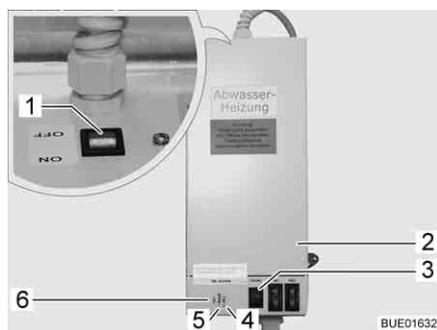

Fig. 244 Trasformatore con apparecchio di regolazione
Il trasformatore 230 V AC/12 V DC (Fig. 244,2) è montato, a seconda del modello, nell'armadio guardaroba o nella cassapanca della dinette.
- La spia di controllo (Fig. 244,5) diventa verde: Regolatore in funzione.
- Le spie di controllo (Fig. 244,4 e 6) diventano rosse: Le tubazioni delle acque grigie vengono riscaldate.
Nell'involucro è incorporato un pulsante di prova (Fig. 244,3) che consente di mettere in funzione brevemente l'apparecchio di regolazione. La pressione sul pulsante di prova consente di testare il funzionamento del riscaldamento anche quando la temperatura ambiente è superiore a 5 °C.
- Posizionare su "ON" l'interruttore (Fig. 244,1) sul trasformatore (Fig. 244,2).
- Posizionare su "OFF" l'interruttore (Fig. 244,1) sul trasformatore (Fig. 244,2).